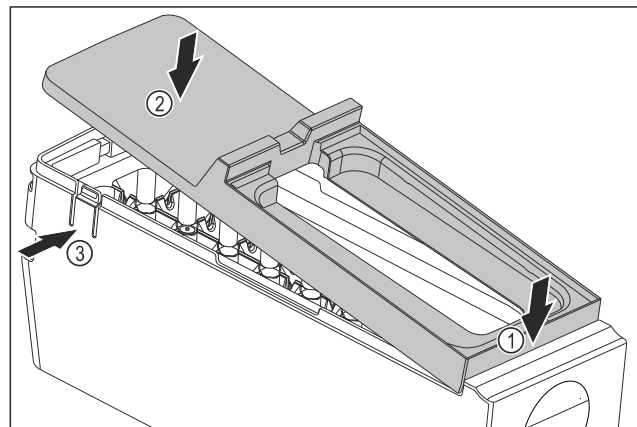

Fig. 139
- ▶ Afdekking van de EasyTwist-Ice-corpus monteren: Afdekking voor bevestigen. Fig. 139 (1)
- ▶ Afdekking achter neerlaten. Fig. 139 (2)
- ▷ Afdekking klikt hoorbaar in beide strips Fig. 139 (3) vast.